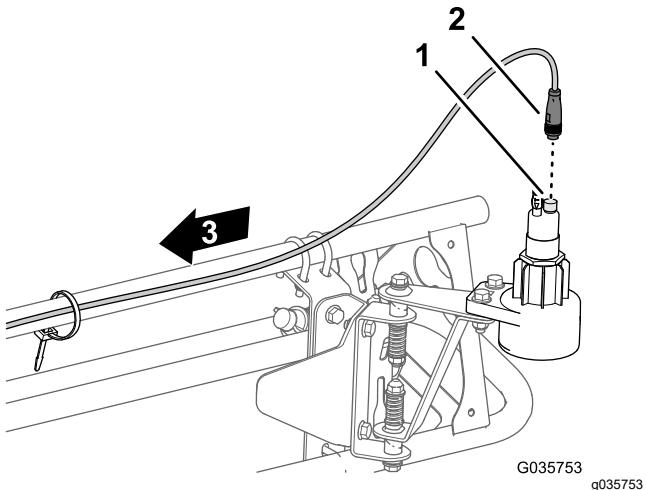

图 23
- 将传感器线束的圆形 4 插槽接头与传感器的 4 针接头连接图 23。